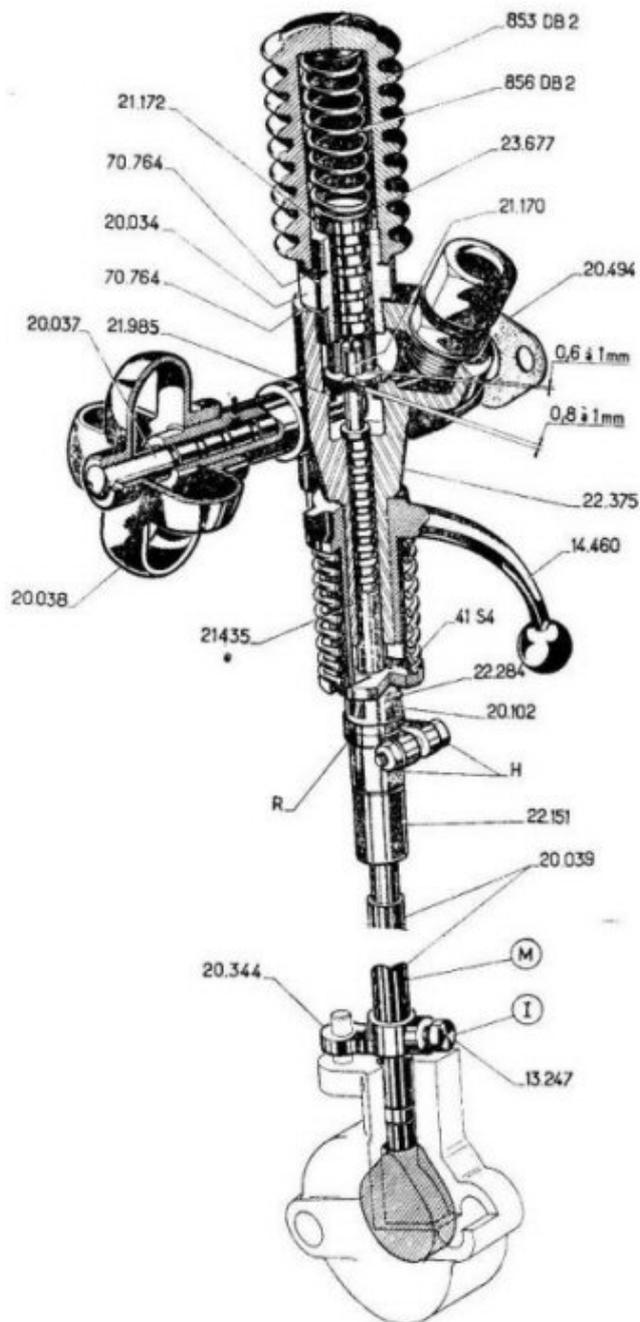

Figure 5. — Distributeur d'air.
**Distributeur d'air** (voir figure 5)